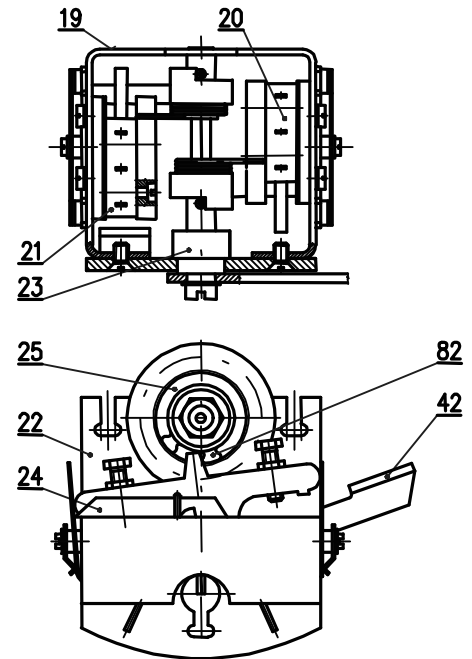

Рис. 5
- моментное устройство (рис. 5)
- механизм блокировки (82) рис. 5
Моментное устройство (рис. 5) представляет несущую балку, на которой размещены выключатели S1 (20) и S2 (21). На валике (23) размещены выключающие рычажки (24), которые при помощи пружины удерживают выключатели в присоединенном состоянии вплоть до момента, когда происходит поворот валика от привода моментного выключателя.
Механизм блокировки (82) (рис. 5) обеспечивает блокировку моментного выключения, как правило, на 1 или 2 оборота после реверса ЭП. После осуществления установленного количества оборотов моментное устройство возвращается к своему первоначальному функционированию.